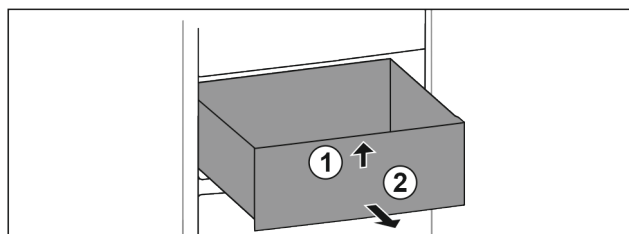

Fig. 91
- Nadzvedněte zásuvku vpředu. Fig. 91 (1)
- Vyjměte zásuvku dopředu. Fig. 91 (2)